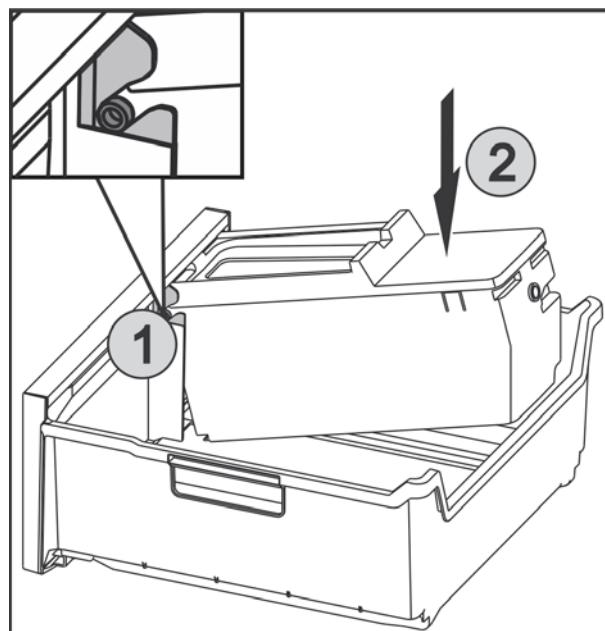

Fig. 42
- Вставить оси *Fig. 42 (1)* на EasyTwist-Ice в направляющие и вдавить заднюю сторону *Fig. 42 (2)* до фиксации накладки.